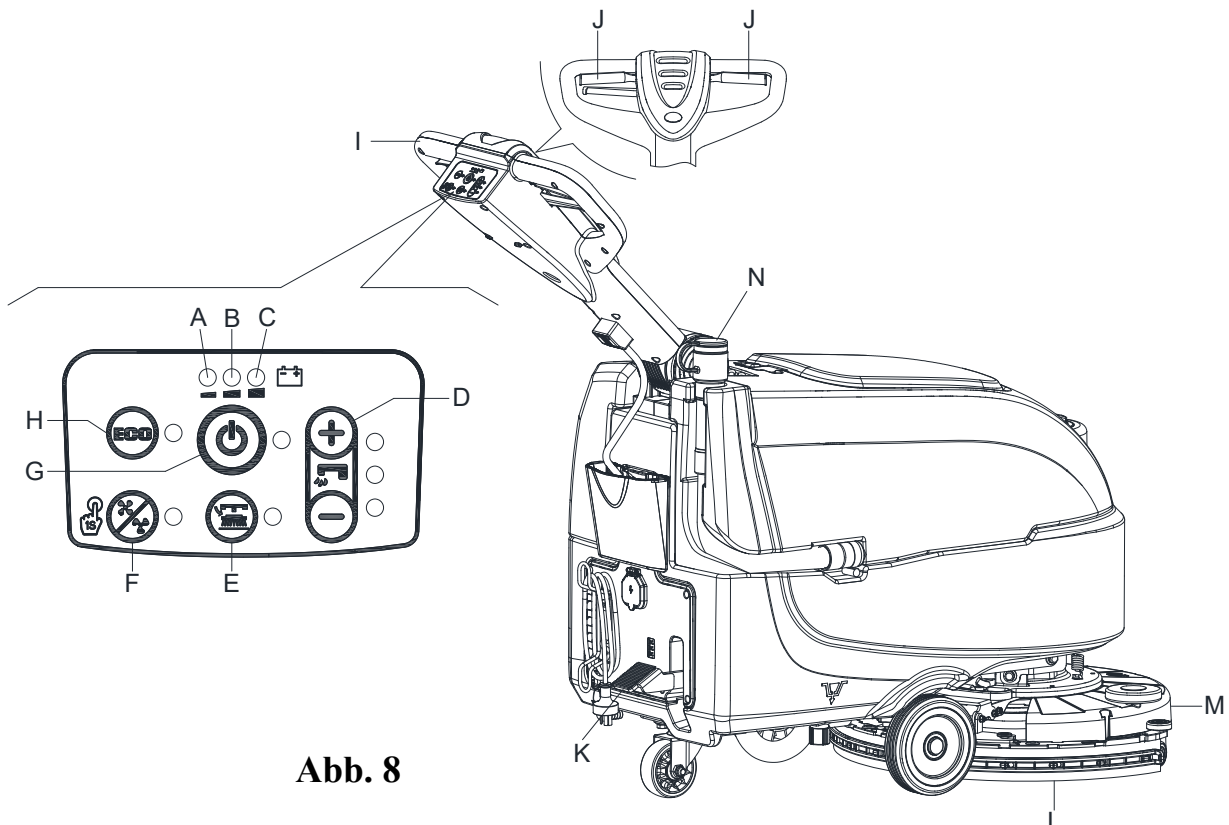
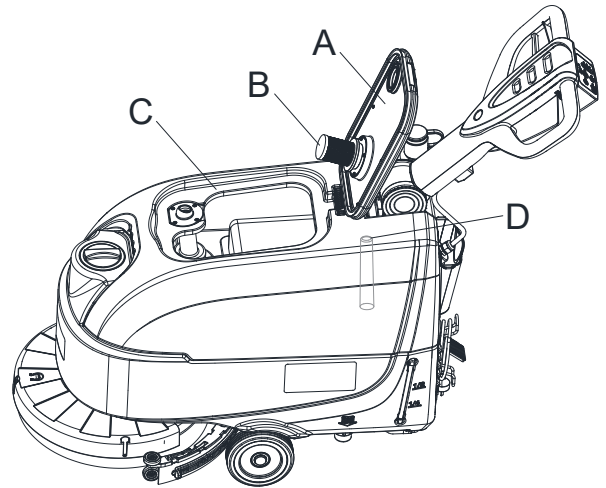

Abb. 8
Abb. 10
2. Bewegen Sie das Gerät zum Bereich, der gereinigt werden soll. Benutzen Sie zum Schieben die Lenkstange (I, Abbildung 8).
3. Senken Sie durch Anheben des Pedals (K) das Bürsten-/Pad-Halterdeck (M, Abbildung 8) und die Saugleiste (L) ab.
4. Drücken Sie den Startschalter (G, Abbildung 8). Überprüfen Sie, ob die grüne Kontrollleuchte (C) aufleuchtet (geladener Akku). Schalten Sie, wenn die gelbe (B) oder rote Kontrollleuchte (A) aufleuchtet, den Netzschalter (G, Abbildung 8) wieder aus und laden die Akkus auf (siehe die Vorgehensweise im Kapitel „Instandhaltung“).
5. Drücken Sie ggf. je nach der Art der durchzuführenden Reinigung die Steuerschalter (D, Abbildung 8) für den Waschwasserdurchfluss.
6. Beginnen Sie die Reinigung, indem Sie das Gerät mit den Händen auf der Lenkstange (I) schieben und den Sicherheits-Schalthebel (J) drücken.
Um das Gerät vorwärts zu bewegen, drücken Sie entweder den linken Sicherheits-Schalthebel, den rechten Sicherheits-Schalthebel (J, Abbildung 8) oder beide.
2. Während Sie beide Hände auf der Lenkstange halten den Sicherheits-Schalthebel (J, Abbildung 8) drücken, dann das Gerät bewegen und das Scheuern/Trocknen des Bodens starten.
Während die grüne Kontrollleuchte (C, Abbildung 8) eingeschaltet bleibt, kann das Gerät dank der Akkus normal funktionieren. Sobald die grüne Kontrollleuchte (C) ausgeht und die gelbe Kontrollleuchte (B) zu leuchten beginnt, empfiehlt es sich, die Batterien aufzuladen, da die Restladung (je nach Batterieeigenschaften und der auszuführenden Arbeit) nur noch einige Minuten lang ausreicht. Beginnt die rote Kontrollleuchte (A) zu leuchten, sind die Akkus komplett entladen. Nach ein paar Sekunden wird der Bürsten-/Pad-Halter automatisch ausgeschaltet.
Eine automatische Schwimmerabschaltung (B, Abbildung 10) blockiert das Saugsystem, sobald der Schmutzwassertank (C) voll ist. Die Deaktivierung des Saugsystems wird durch einen plötzlichen Frequenzanstieg des Motorgeräusches des Saugsystems angezeigt auch wenn der Boden noch nicht getrocknet wurde.
Wenn das Vakuumsystem versehentlich abgeschaltet wird (z.B., wenn der Schwimmer wegen einer plötzlichen Bewegung des Geräts aktiviert wird), gehen Sie zur Wiederaufnahme des Betriebs wie folgt vor: Schalten Sie das Saugsystem durch Drücken des Schalters (G, Abbildung 8) aus, öffnen Sie dann die Abdeckung (A, Abbildung 10) und prüfen Sie, ob der Schwimmer im Inneren des Gitters (B) sich auf Wasserhöhe befindet. Dann schließen Sie die Abdeckung (A) und schalten Sie das Vakuumsystem durch Drücken des Schalters (G, Abbildung 8) ein.
Wenn der Schmutzwassertank (C, Abbildung 10) voll ist, entleeren Sie ihn, indem Sie wie folgt vorgehen.
2. Heben Sie durch Drücken des Pedals (K) das Bürsten-/Pad-Halterdeck (M, Abbildung 8) und die Saugleiste (L) an.
4. Entleeren Sie den Schmutzwassertank mit dem Schlauch (N, Abbildung 8). Spülen Sie dann den Schmutzwassertank (C, Abbildung 10) mit sauberem Wasser.
5. Nehmen Sie den Schmutzwassertankdeckel (A, Abbildung 10) ab und reinigen Sie die Deckelinnenseite und das Filterschwimmergitter (B) mit sauberem Wasser.
6. Überprüfen Sie den Schmutzwassertank (D, Abbildung 10) auf die Verlegung durch Fremdkörper und reinigen Sie ihn.